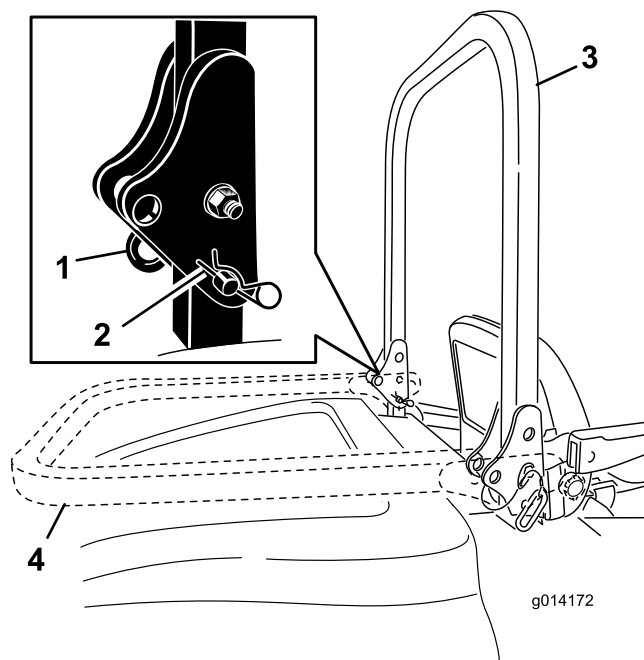

Figure 10
1. Pour abaisser l'arceau de sécurité, retirez les goupilles fendues, poussez l'arceau de sécurité contre les ressorts et retirez les deux goupilles (Figure 10).
2. Faites pivoter l'arceau de sécurité à la position abaissée (Figure 10).
3. Posez les deux axes et fixez-les avec les goupilles fendues (Figure 10).
4. Pour relever l'arceau de sécurité, retirez les goupilles fendues puis les deux axes (Figure 10).
5. Relevez complètement l'arceau de sécurité puis insérez les deux axes et fixez ces derniers avec les goupilles fendues (Figure 10).